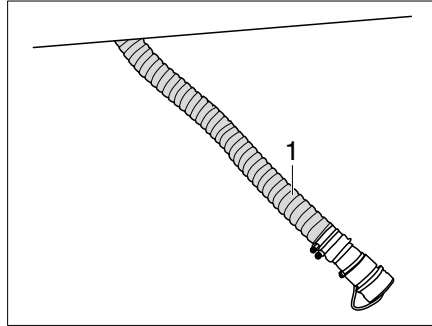

Fig. 368 Svuotamento della cassetta della toilette sminuzzatrice
- Sganciare il tubo flessibile di svuotamento (Fig. 368,1) da sotto il veicolo e condurlo nel punto di smaltimento.
- Lasciare il tubo flessibile di scarico (Fig. 368,1) nel punto di smaltimento.
- Riporre il tubo flessibile di svuotamento (Fig. 368,1) sotto il veicolo.